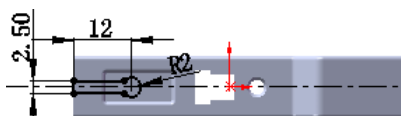

图 16.5.37 横断面草图
② 定义横断面草图。在草图环境中绘制图 16.5.37 所示的横断面草图。
(3) 定义切除深度属性。在“切除—拉伸”对话框 **方向 1** 区域的  下拉列表中选择 **完全贯穿** 选项。
(4) 单击对话框中的  按钮, 完成切除—拉伸 4 的创建。